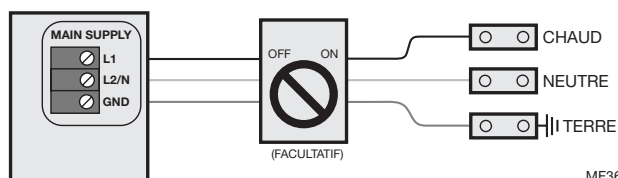
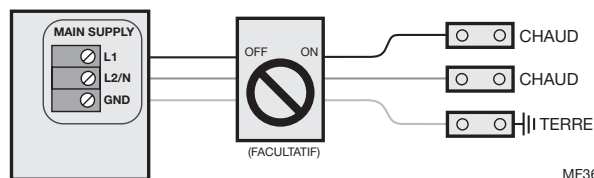

Fig. 7. Câblage de 120 Vca.
Fig. 8. Câblage de 240 Vca.
1. Installez un interrupteur-sectionneur entre l'humidificateur et le disjoncteur comme indiqué dans la Fig. 7 et Fig. 8 (facultatif).